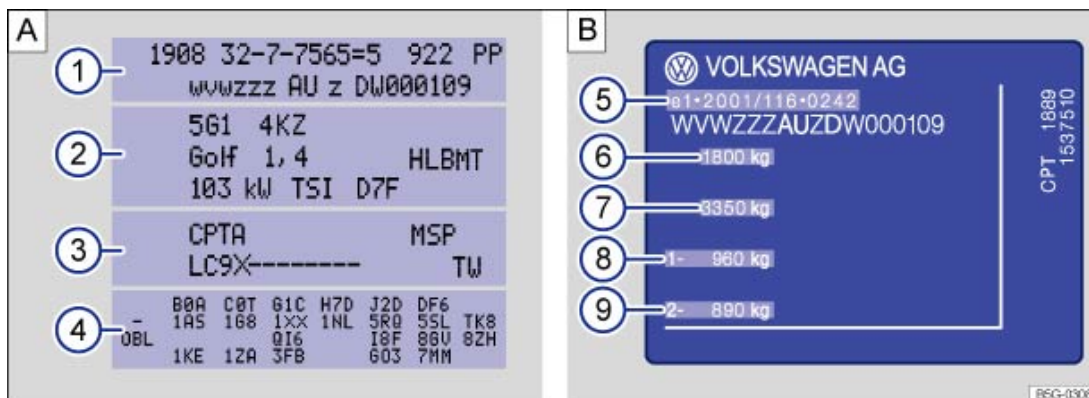

Fig. 213 : étiquette d'identification du véhicule : ici avec les lettres-repères moteur CPTA ③. : plaque du constructeur
L'étiquette d'identification du véhicule ⇒ Fig. 213 **A** se trouve sur la couverture de la Notice d'Utilisation et sur la paroi sous le revêtement arrière du coffre à bagages. Elle comporte les données suivantes :
- 3 Lettres-repères de moteur et de boîte de vitesses, référence peinture, code de garnitures intérieures. Dans l'exemple, les lettres-repères moteur sont CPTA ⇒ Fig. 213 **A**.
La plaque du constructeur ⇒ Fig. 213 **B** est visible au bas du montant de la porte du conducteur, après ouverture de la porte. Les véhicules destinés à certains pays d'exportation n'ont pas de plaque du constructeur.